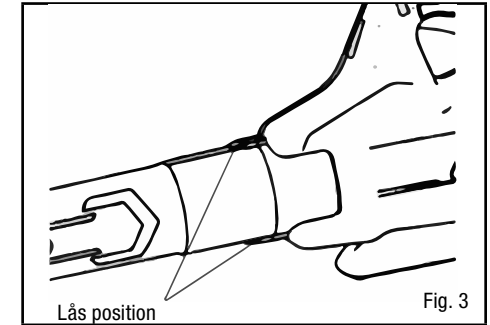

Fig. 3
2. Dra ut röret från verktyglåspositionen (Fig. 3)